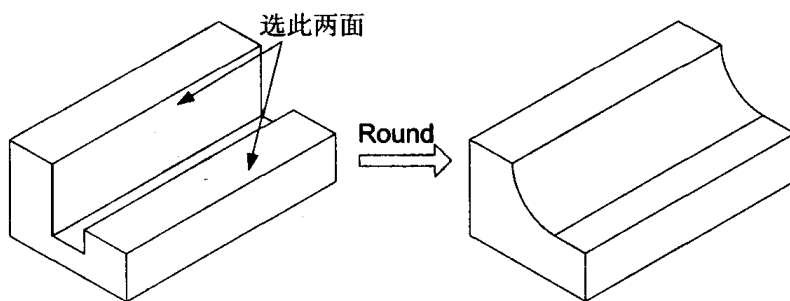

图 1.9
(2) 圆角的参考几何
- **Surf-Surf**：在两个面之间产生圆角曲面，这两个面并不需要有共同的边。例如图 1.9 是以 Surf-Surf 的方式选两个面做圆角。